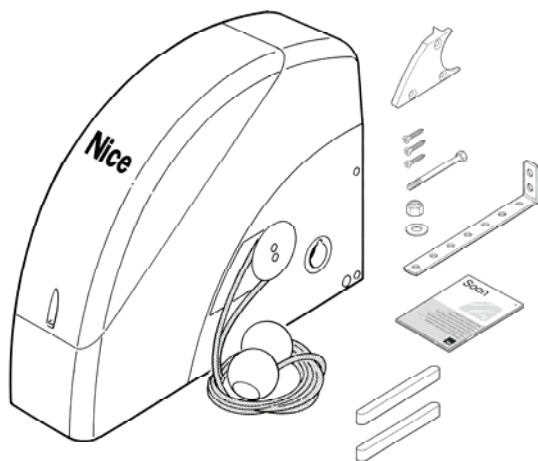

Fig. 1
3.1 VÉRIFIER LES COMPOSANTS DU PRODUIT (voir Fig. 1)